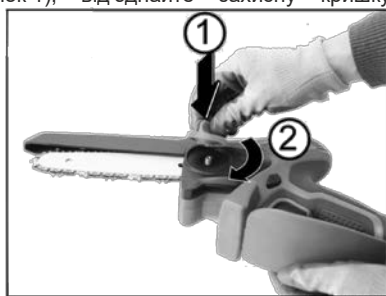

Рисунок 4
3.1.5 Встановіть захисну кришку приводної зірочки та закрутіть рукоятку натягувача (дивіться рисунок 4).